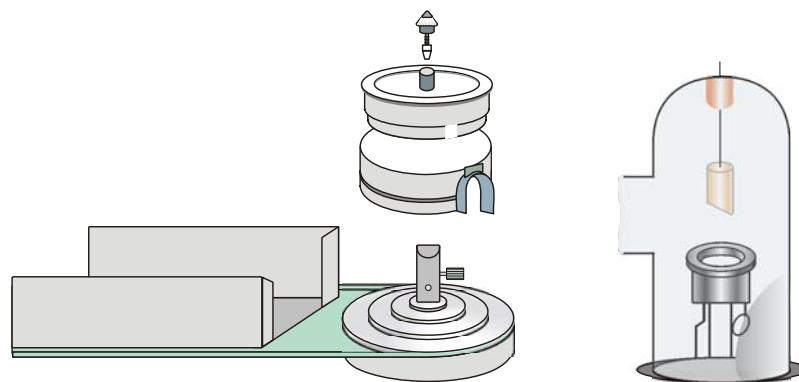

Fig. 7 Montaggio e smontaggio della camera di Debye-Scherrer
La camera di Debye-Scherrer si compone di tre parti: alloggiamento, coperchio e supporto di serraggio con ruota conica (vedere la Fig. 7). In collegamento con la motorizzazione, è possibile effettuare, ad esempio, radiografie del cristallo rotante.
- Collegare l'alloggiamento della camera di Debye-Scherrer in via sperimentale tra duomo in vetro al piombo e supporto campione (vedere la Fig. 7). Se la camera non è alloggiata saldamente, è possibile effettuare una regolazione agendo sulla vite situata sulla parte inferiore della camera.